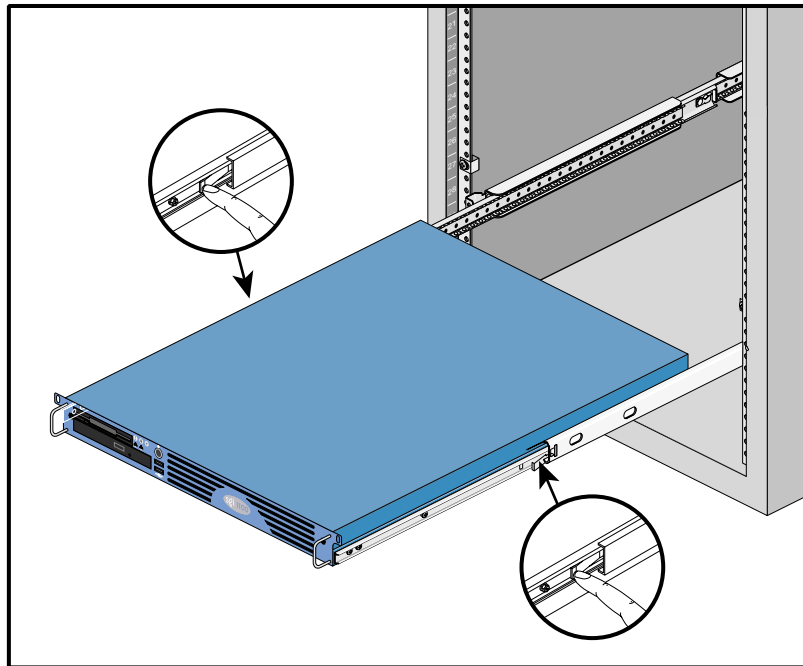

Abbildung 2-11 Entriegeln der Verriegelungszungen des Auszugs
1. Ziehen Sie eine Gehäuseschiene von einem der Auszüge ab (Tabelle 2-2 enthält Abbildungen der beiden Bauteile). Um die Schiene komplett abzuziehen, müssen Sie eine Sperrzunge drücken, siehe dazu Abbildung 2-11.
3. Lösen Sie die Verriegelungen auf beiden Seiten des Gehäuses, und schieben Sie das Gehäuse in das Rack (siehe Abbildung 2-11). Die Auszüge sind beim ersten Einschieben in das Rack vermutlich etwas schwer gängig. Dies liegt daran, dass die Lagerkäfige in den Auszügen noch nicht zentriert sind. Nachdem das Gehäuse einmal komplett vor und zurück geschoben wurde, erfolgt die Bewegung wesentlich sanfter.